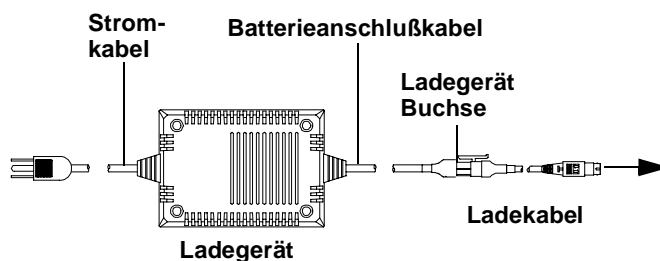

Abb. 1-4 Anschluß Ladegerät/Ladekabel/Gerät
2. Ziehen Sie das Ladekabel des Ladegeräts aus der Buchse heraus. Siehe Abb. 1-4.